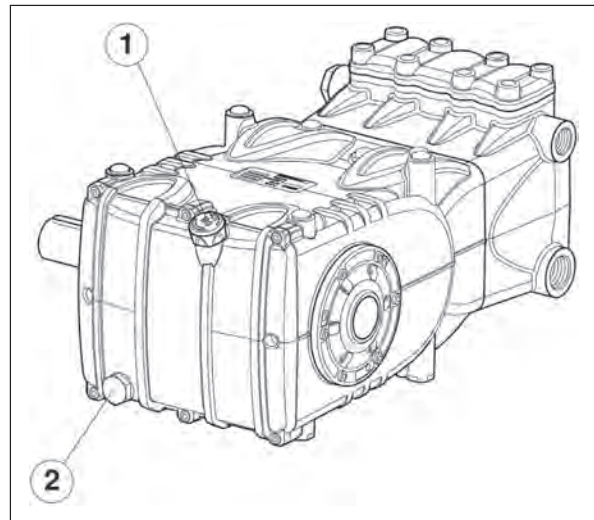

Abb. 3
Die Ölstandskontrolle hat mit der Pumpe auf Umgebungstemperatur zu erfolgen, für den Ölwechsel soll die Pumpe dagegen auf Betriebstemperatur sein. Entfernen Sie dazu den Ölmesstab, Pos. ①, und anschließend den Verschluss, Pos. ②, Abb. 3.
Führen Sie einen Temperaturfühler in den Ölablassverschluss Pos. ② Abb. 3 ein.